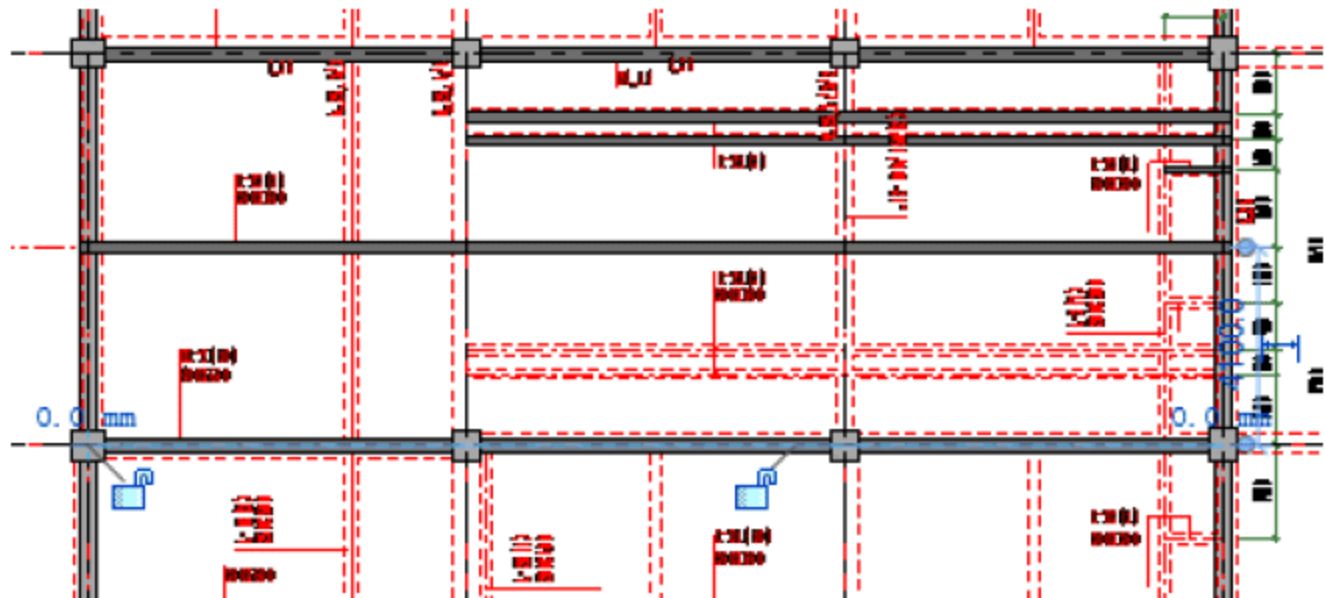
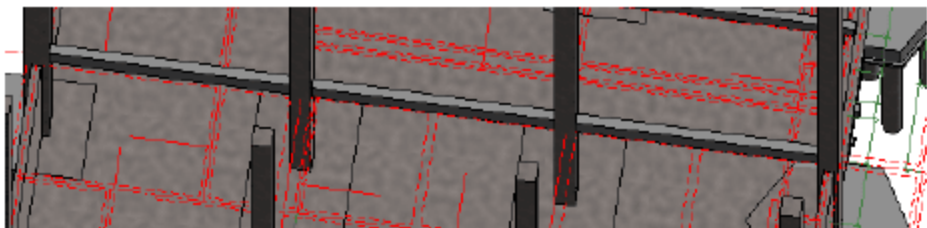

图 3.2.34 设置 KL-E
图 3.2.35 绘制 KL-E
(15) 绘制 KL-E。选择“结构”→“梁”命令，在“属性”面板中调整参数标高 1，Z 轴偏移值为 0，如图 3.2.34 所示。找到 KL-E 的位置从一侧向另一侧绘制，如图 3.2.35 所示。